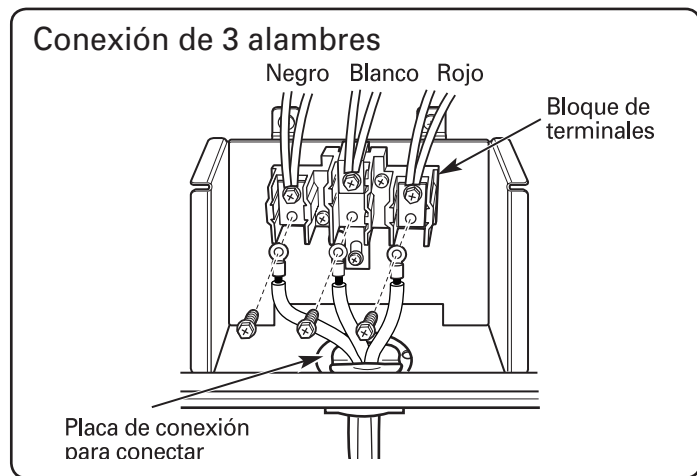

FIGURA 8
Para la instalación del cable de alimentación o de conducto portacables se deben usar placas de conexión para conectar a conductos portacables. El cable de alimentación deberá instalarse con la placa de conexión de conductos portacables provista por el fabricante. En el caso de conductos portacables, quite la placa de conexión de conductos portacables que está ubicada debajo de la parte posterior del cuerpo del cajón y use el orificio del conducto portacables (11/8" (2.8 cm)) en lugar del orificio del cable de alimentación (13/8" (3.5 cm)). (Consulte la Figura 8.)
1. Quite los tres tornillos inferiores del bloque de terminales y consérvelos. (Ver Figura 8).